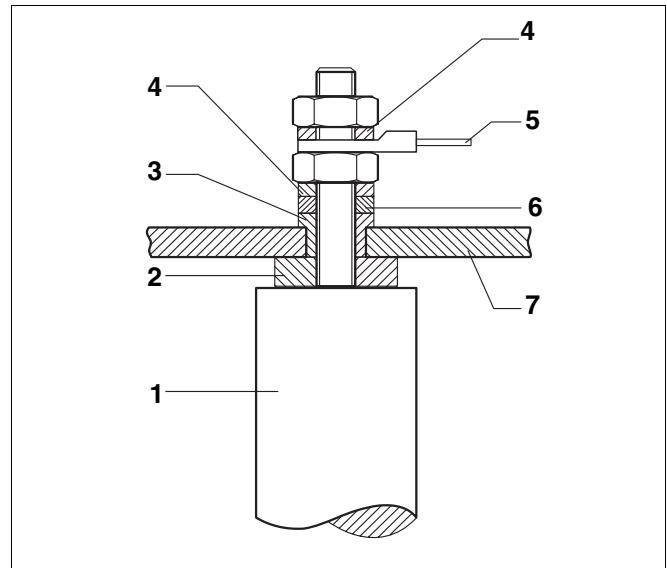

Abb. 10 Einbau der Magnesiumanode
- Sechskantschrauben aus Handlochdeckel heraus-schrauben, Handlochdeckel mit Magnesiumanode abnehmen und Magnesiumanode auf Anodenabbau prüfen (Abb. 10).
- Magnesiumanode neu eindichten (Abb. 10).